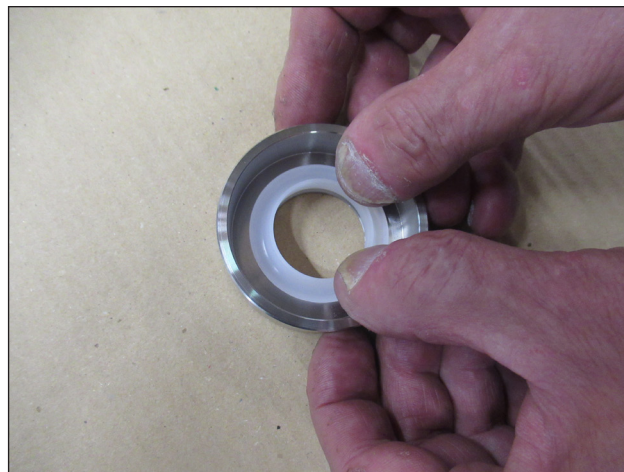

Fig. 28
- A) Montare il raschiatore nell'alloggiamento sul supporto (Fig. 28) aiutandosi all'occorrenza con un tampone prestando attenzione a non danneggiare il labbro di tenuta.